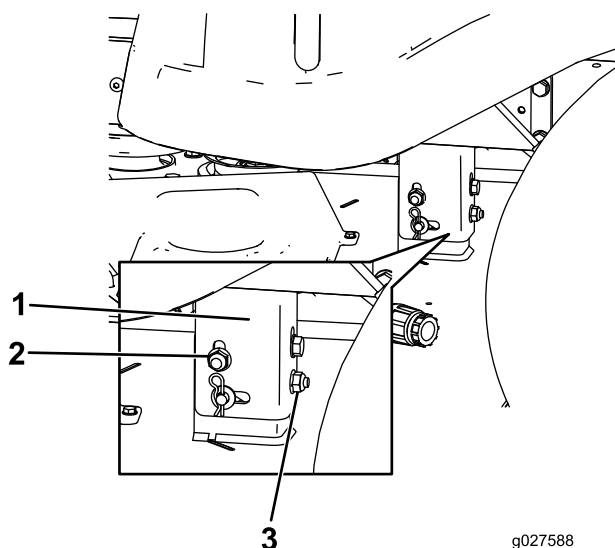

Figura 69
8. Eleve ou desça o lado esquerdo da plataforma do cortador rodando a porca traseira (Figura 69).
contrário ao dos ponteiros do relógio para descer a plataforma do cortador (Figura 69).